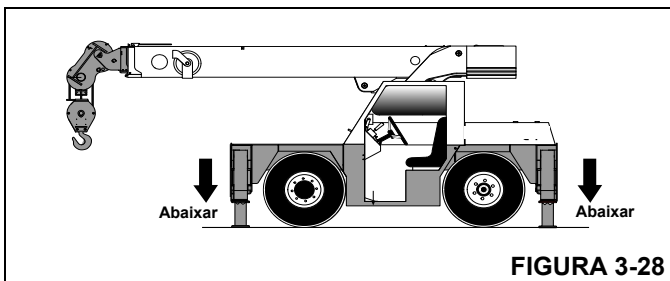

FIGURA 3-28
3. Pressione a parte superior da chave de extensão/retração (2).
4. Pise no pedal acelerador para aumentar a rotação do motor, o que fará os macacos abaixarem mais rapidamente (Figura 3-28). Quando os macacos estiverem totalmente estendidos, solte o pedal acelerador e a chave.